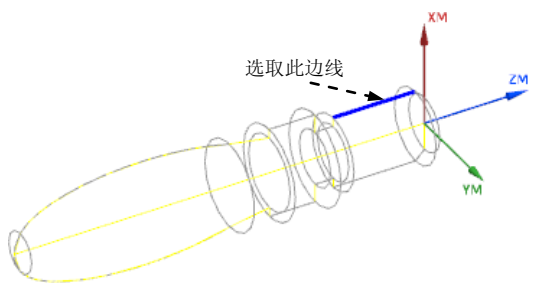

图 4.22 定义起始线
Step2. 选取螺纹起始线。激活“外侧螺纹加工”对话框的 **Select Crest Line (0)** 区域，在图形区选取图 4.22 所示的边线。